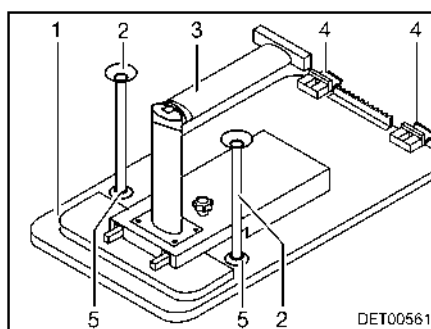

Fig. 79 Sommier de lit
- Soulever légèrement le plateau de table (Fig. 79,1) à l'avant.
- Déverrouiller le pied de table (Fig. 79,3) au niveau de l'articulation et le replier.
- Faire pivoter le plateau de table de 45° vers le haut et décrocher les fixations (Fig. 79,4) du rail de fixation supérieur.
- Suivant le modèle, enfoncer les deux pieds d'appui supplémentaires (Fig. 79,2) dans les fixations (Fig. 79,5) sur le dessous du plateau de table.